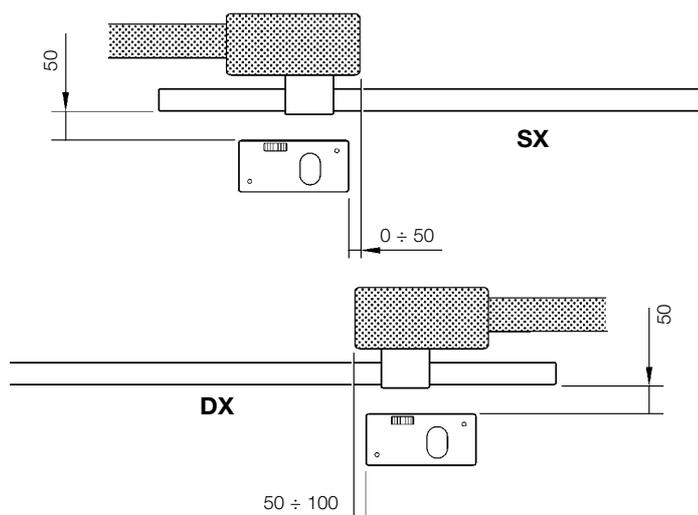
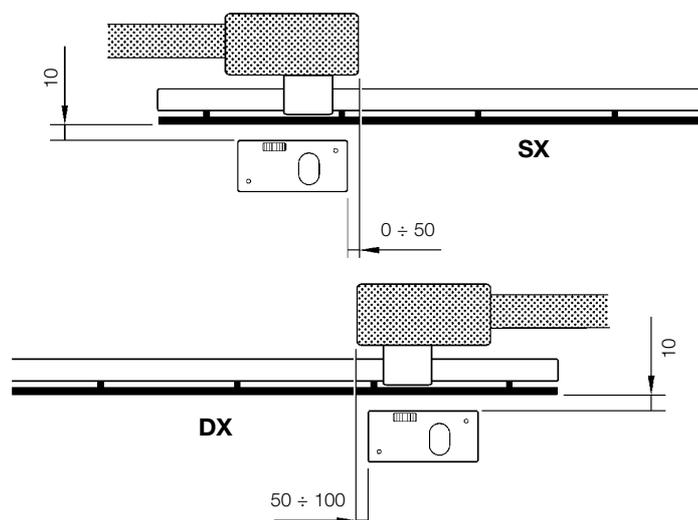

Figure 11
Figure 12
- Que l'opérateur soit monté à gauche "SX" ou à droite "DX", il faut que les mesures indiquées dans la figure 11 (portail sans crémaillère) ou dans la figure 12 (portail avec crémaillère) soient respectées.
1 Creuser un trou de fondation en respectant les indications du paragraphe "Contrôles préliminaires" et en particulier les mesures de figure 11 page 7.
4 Positionner la plaque de fondation en faisant en sorte que le côté avec sillons (qui indiquent la position du pignon) se trouve vers le portail, en respectant les mesures indiquées dans la figure 11.
1 Creuser un trou de fondation, en respectant les indications du paragraphe "Contrôles préliminaires" et en particulier les mesures de la figure 12 page 7. Faire particulièrement attention au fait que la plaque de fondation devra se trouver à 77 mm de la crémaillère, voir figure 15.
4 Positionner la plaque de fondation en faisant en sorte que le côté avec sillons (qui indiquent la position du pignon) se trouve vers le portail, en respectant les mesures indiquées dans la figure 12.